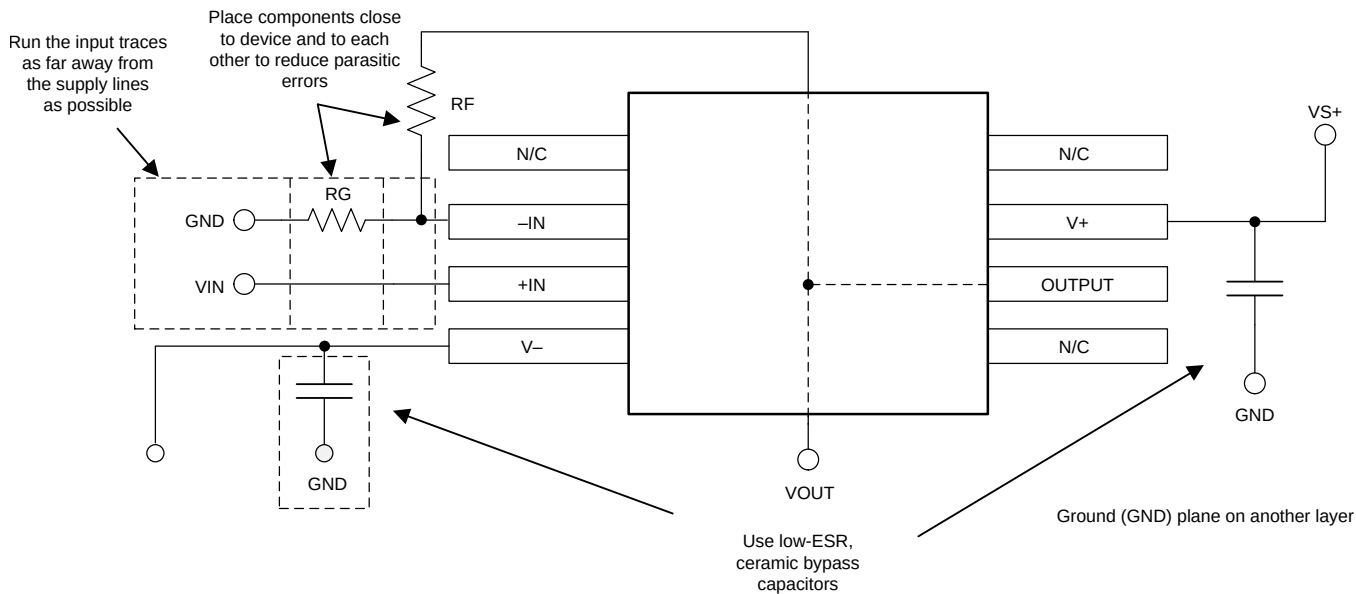

图 38. 同相配置的运算放大器电路板布局
- 外部组件的位置应尽量靠近器件。如图 38 所示，使 R_F 和 R_G 接近反相输入可最大限度地减小寄生电容。